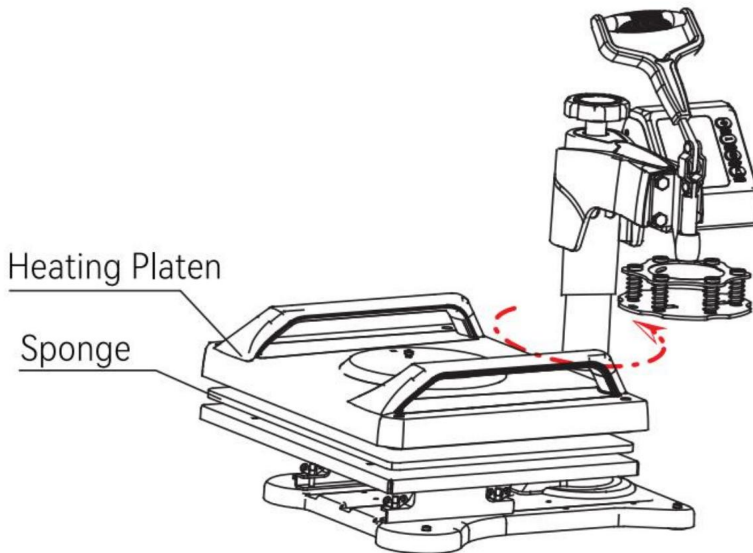

Fig 5
5. Schwenken Sie den Kopf weg und legen Sie den Schwamm und die Heizplatte in der richtigen Reihenfolge auf die Oberseite der Tischplatte (wie in Abbildung 5 gezeigt).